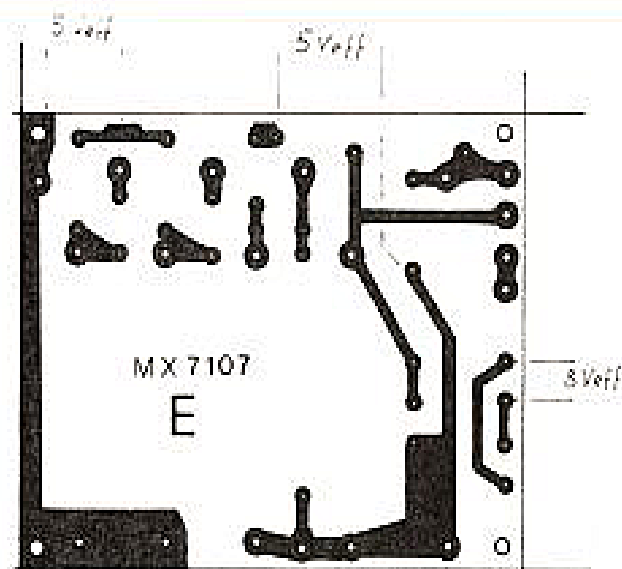

Fig. 19. - C.I. de l'alimentation.
Le E: figure 19. Simple face de 15/10. C'est la plaquette de l'alimentation. Ces circuits, une fois gravés, seront éramés puis percés. La plupart des trous à 7/10. Agrandir à 10/10 ceux des ajustables d'intensité, (A) des condensateurs de filtrage, (E) à 13/10, les trous des picots, (A, B, E). Percer à 30/10 les quatre trous d'angles de B, à 20/10 ceux de E. Percer à 20/10 les trous des vis de fusibles et de